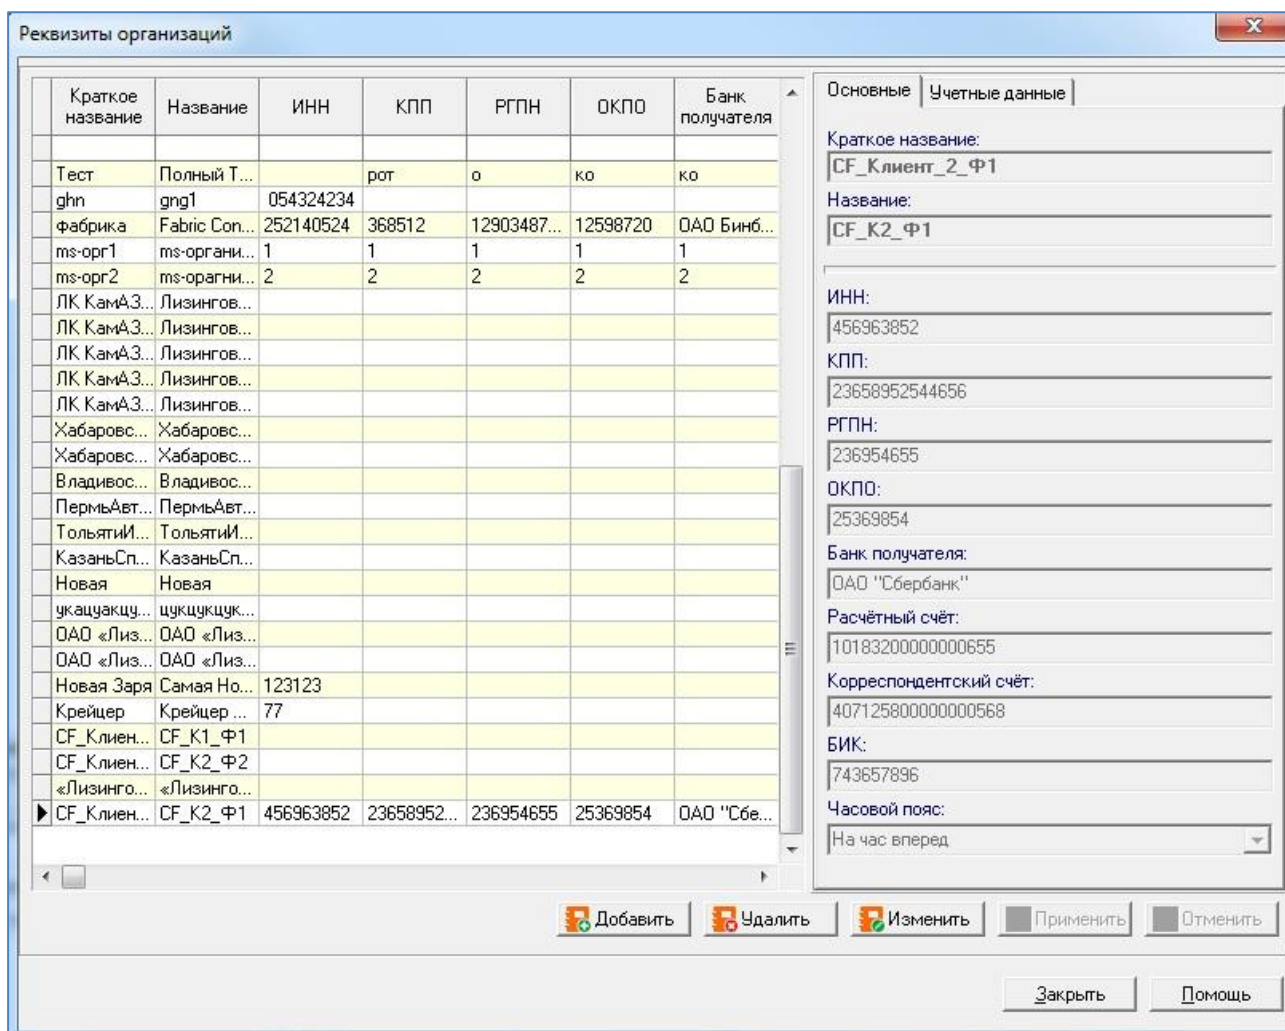

Рисунок 12 – Форма «Реквизиты организаций»
1 вызвать пункт меню «Справочники» ⇒ «Организации». ПОК предоставляет окно редактора справочника «Реквизиты организаций» (см. Рисунок 12).
- «**Основные**» (см. Рисунок 12);
- «**Часовой пояс**» – задает временное смещение часового пояса, в котором работают ТС организации, относительно часового пояса, в котором работает серверная часть СПО (см. Рисунок 12). Смещение часовых поясов к западу от часового пояса серверной части СПО